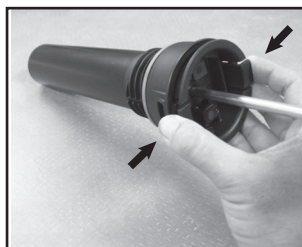

Figure 2
2. Pour retirer le bouchon du corps de pompe, serrer les languettes du bouchon et tirer pour le détacher du corps (**Voir la figure 2**).